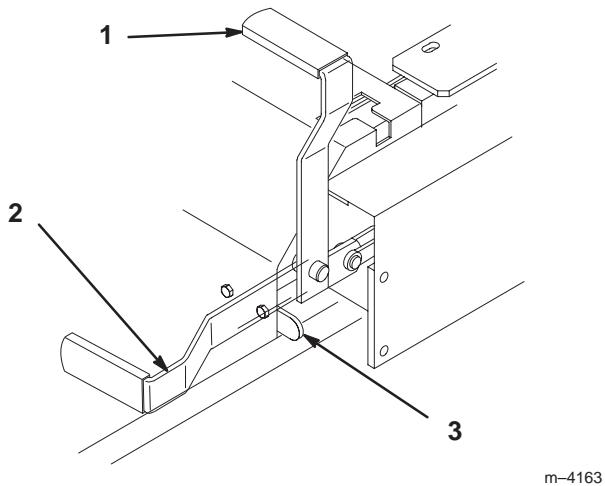

Figure 14
2. Tirez le frein de stationnement en arrière et vers le haut pour le serrer (Fig. 14). Une fois serré, le frein de stationnement ne doit plus bouger.
- Poussez le levier du frein de stationnement vers l'avant et vers le bas (Fig. 14) afin de le desserrer. Le frein de stationnement est desserré et le levier est en appui contre la butée du frein.